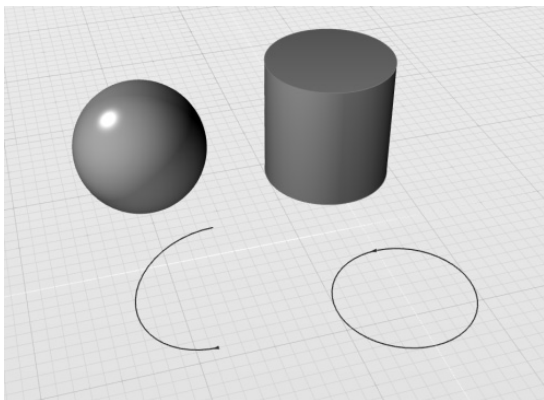

图 3-36 打开练习文件
1) 打开素材文件夹“练习（3.3）”中的 Evolve 文件，可见视图中有两条曲线，即“圆#1”和“圆弧#1”，如图 3-36 所示。